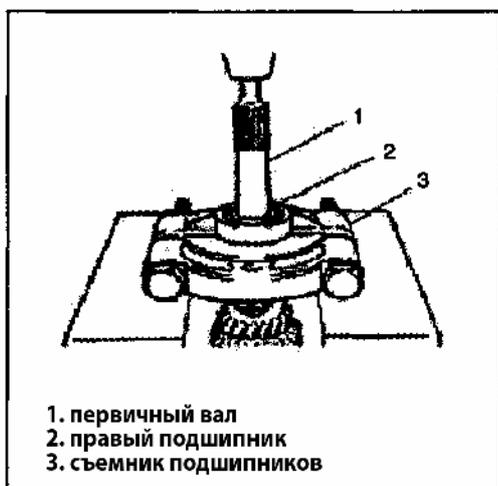

Рис. 365
- 1) снимите правый подшипник первичного вала при помощи съемника (Рис.365).